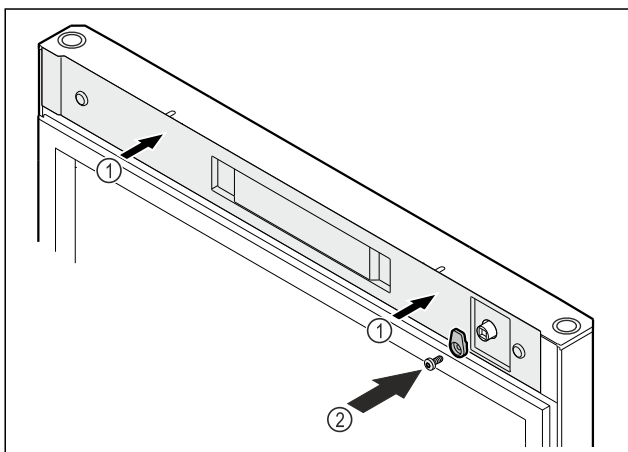

Fig. 54
- ▶ Τοποθετήστε το κάλυμμα Fig. 54 (1).
- ▶ Βιδώστε το άγκιστρο κλεισίματος Fig. 54 (2).